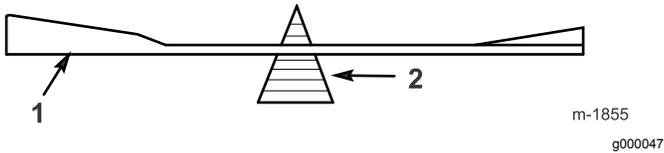

Bild 43
2. Prüfen Sie die Auswuchtung jedes Messers auf einer Ausgleichsmaschine (Bild 43).